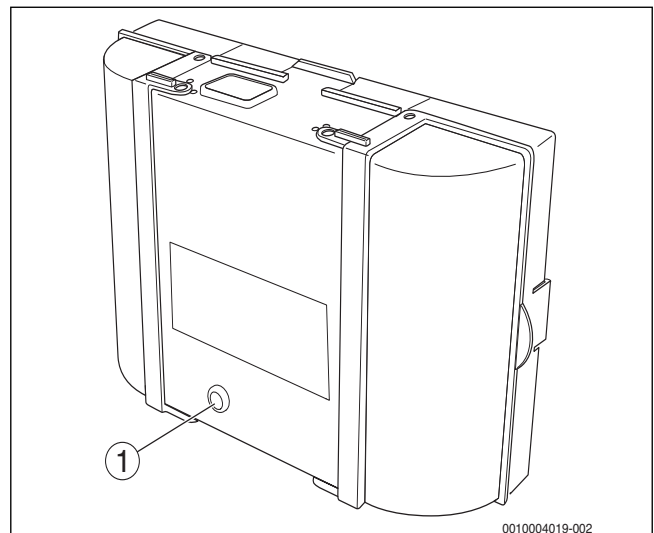

Bild 44 Störungen am Feuerungsautomaten zurücksetzen
- ▶ Taste „Entstören“ am Feuerungsautomaten drücken (→ Bild 44).